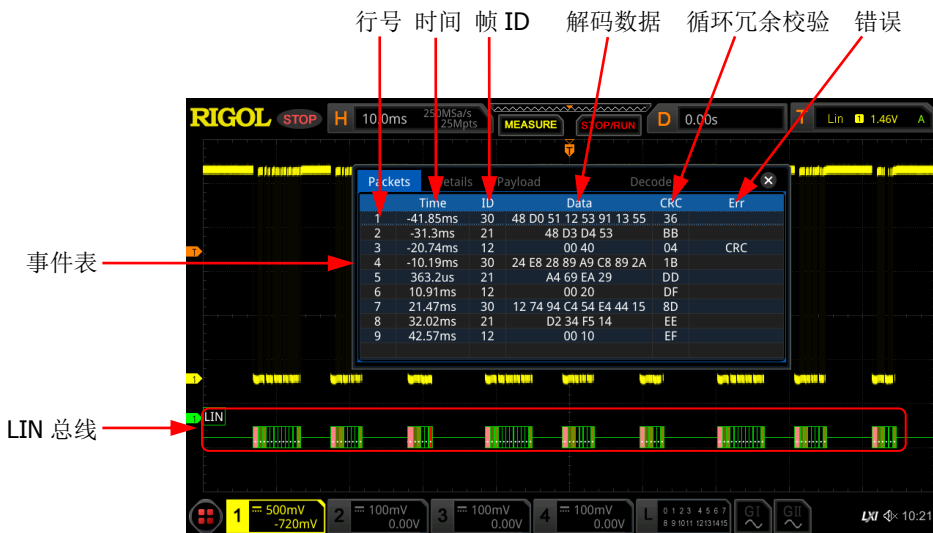

图 12-9 LIN 解码事件表
- 打开或关闭事件表：连续按 **事件表** 键，打开或关闭事件表显示。打开事件表，屏幕弹出如图 12-9 所示的事件表。您也可以用触摸屏功能触摸事件表右上方的图标  关闭事件表功能。